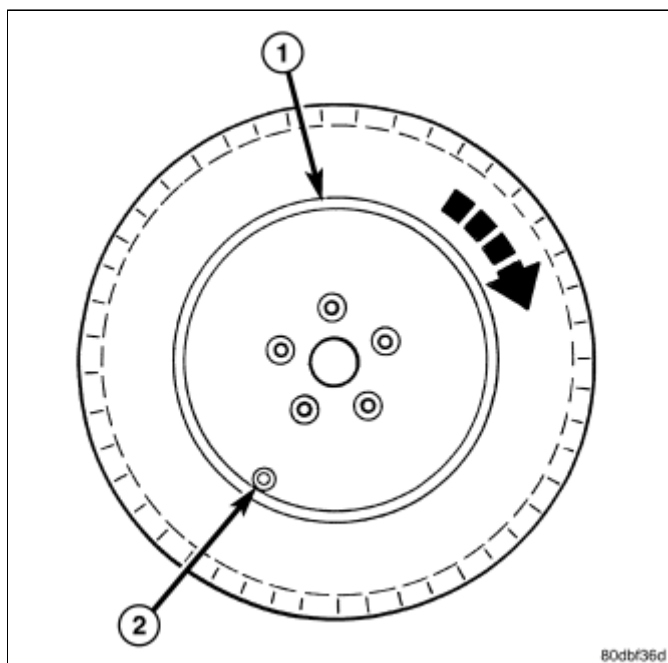

图 5 使用旋转车轮机器安装轮胎
- a. 旋转车轮轮胎更换器 - 一旦车轮被安装到更换器上，在旋转车轮（顺时针方向）以安装轮胎前，将传感器排气杆放置在从更换器头部开始的顺时针方向的210°的位置(图 5)。 在上下轮胎胎缘处，使用此程序。